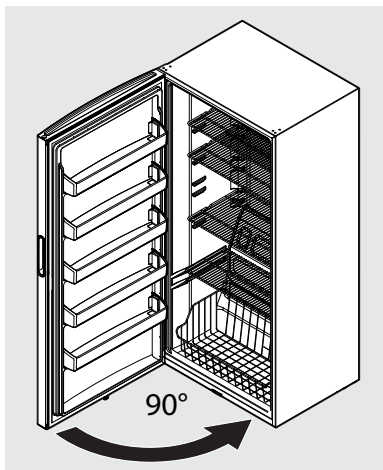

Figura 8
19. Deslice la puerta hacia el perno de la bisagra inferior a 90° con respecto al gabinete del congelador y cierre la puerta (vea la figura 8).